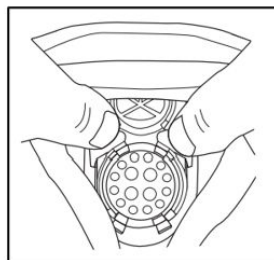

Fig.16
2. Para reemplazarlo, posicione el conjunto de copa nasal en el conjunto del lente, alineando el anillo de plástico duro de la copa nasal con el ensamblaje del lente, y presione firmemente las lengüetas del centro hasta que las lengüetas inferiores de la copa nasal encajen en su lugar (Fig. 16).
9. Reemplace el conjunto de copa nasal (Fig. 16).
6. Reemplace el conjunto de copa nasal (Fig. 16).
13. Reemplace el conjunto de copa nasal (Fig. 16).